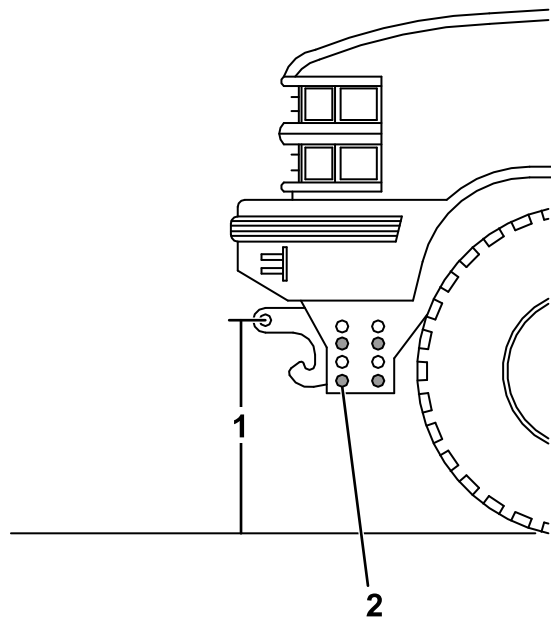

Bild 26
1. Messen Sie den Abstand zwischen dem Boden und den Bohrungen des Kupplungsfederstifts auf Schubrahmen des Fahrwerks (Bild 26). Der Abstand sollte 36,8 cm betragen.
2. Befindet sich der Schubrahmen nicht in der Höhe von 36,8 cm, entfernen Sie die Befestigungen, die den Schubrahmen mit dem Fahrwerk verbinden (Bild 26).